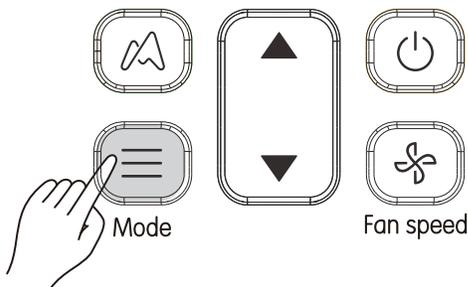

Figura 3.4
1. Presione (consulte la Figura 3.4). La pantalla de visualización muestra el modo operativo;